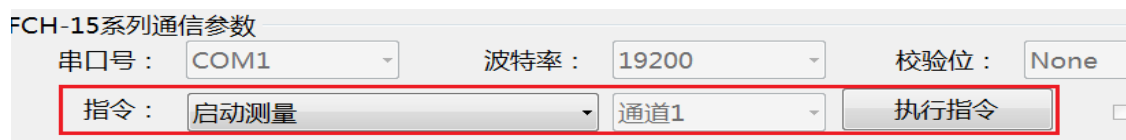

图 4.15
(1)、如图 4.15 所示：打开设备串口调试工具 DeviceTest.exe，设置好串口号、波特率、校验位和地址的参数，然后点“打开串口”。指令选择“启动测量”，再点击“执行指令”。